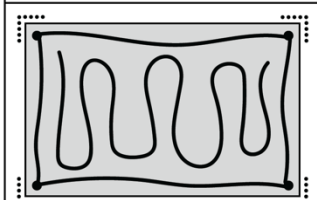

Fig. 2
3. Remove and apply sealant to the back side of the tile as required. (Fig. 2)
3. Levántela y póngale un pegamento en el lado posterior de la baldosa como sea necesario. (Fig. 2) **NOTA:** Use el pegamento según las instrucciones del fabricante.